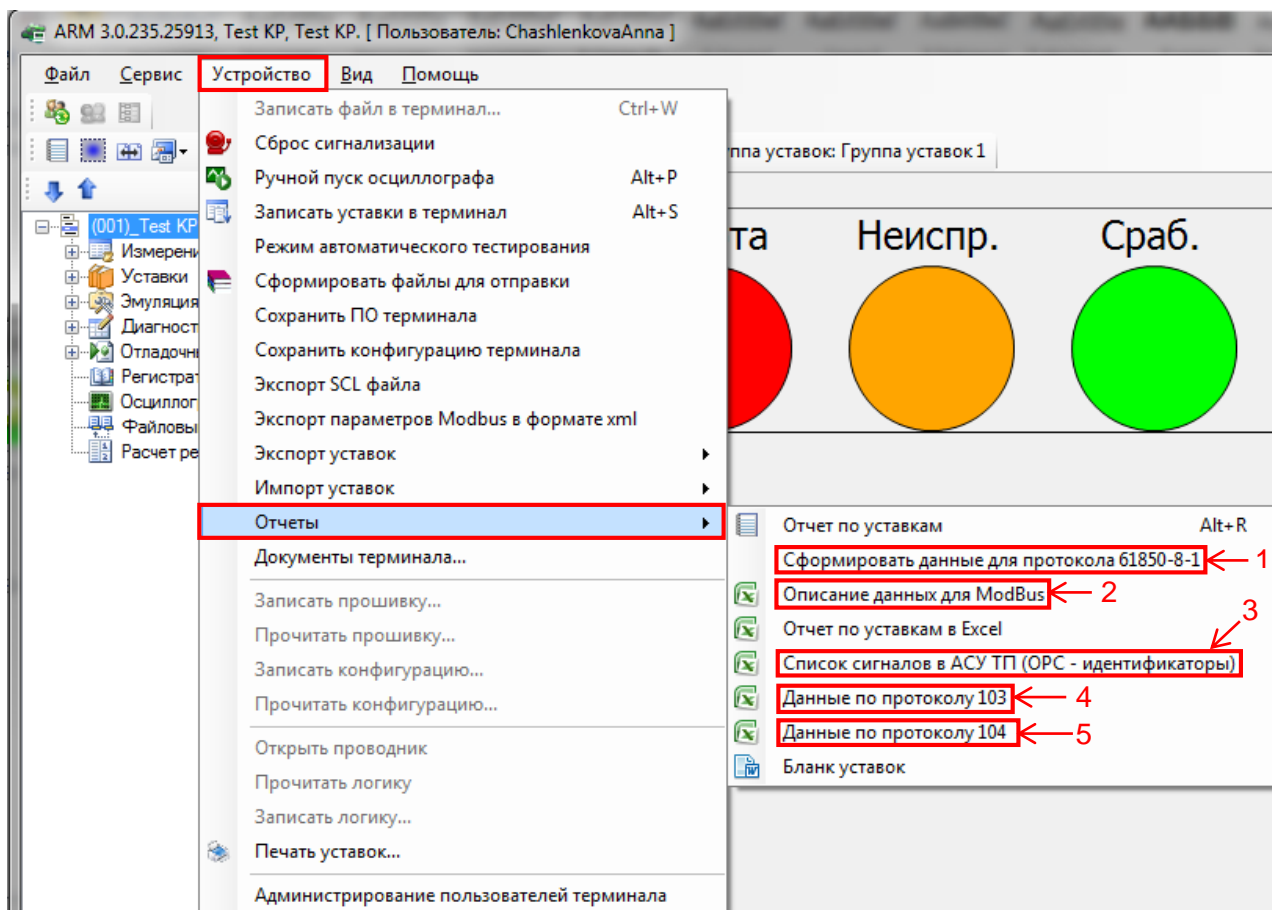

Рисунок 1 – Отчеты
2.1.2.2 Для формирования списка сигналов необходимо выбрать пункт главного меню **Устройство** → **Отчеты** (см. рисунок 1).
- протокол стандарта IEC 61850-8-1(2011) (МЭК 61850-8-1-2011). В главном меню выбрать **Устройство** → **Отчеты** → **Сформировать данные для протокола 61850-8-1** (см. рисунок 1, поз. 1);
- протокол Modbus. В главном меню выбрать **Устройство** → **Отчеты** → **Описание данных для ModBus** (см. рисунок 1, поз. 2);
- OPC-протокол. В главном меню выбрать **Устройство** → **Отчеты** → **Список сигналов в АСУ ТП (ОРС – идентификаторы)** (см. рисунок 1, поз. 3);
- протокол по стандарту ГОСТ Р МЭК 60870-5-103-2005. В главном меню выбрать **Устройство** → **Отчеты** → **Данные по протоколу 103** (см. рисунок 1, поз. 4);
- протокол по стандарту ГОСТ Р МЭК 60870-5-104-2004. В главном меню выбрать **Устройство** → **Отчеты** → **Данные по протоколу 104** (см. рисунок 1, поз. 5).